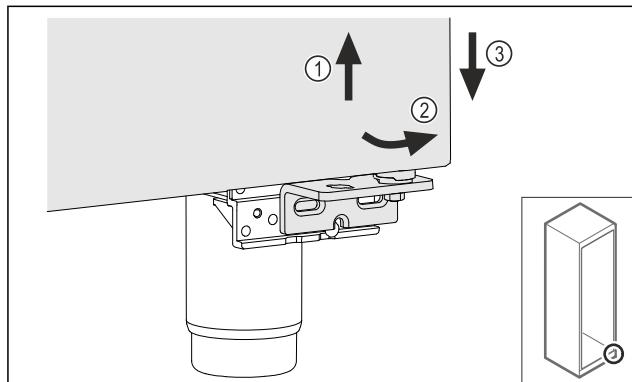

Fig. 19
- Ανασηκώστε ελαφρώς την πόρτα Fig. 19 (1), γείρετε την κάτω προς τα εμπρός Fig. 19 (2) και κατεβάστε τη Fig. 19 (3).